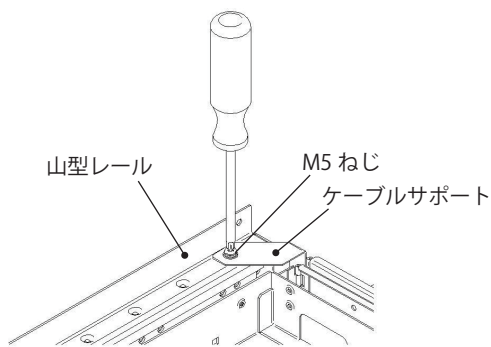

図7
9.1 で外したケーブルサポートを M5 ねじで山型レールに固定してください。(図7)